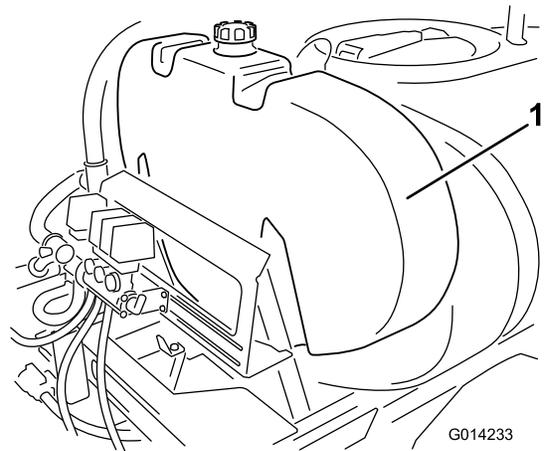

Figura 9
- Montate il serbatoio di lavaggio come illustrato in (Figura 9).